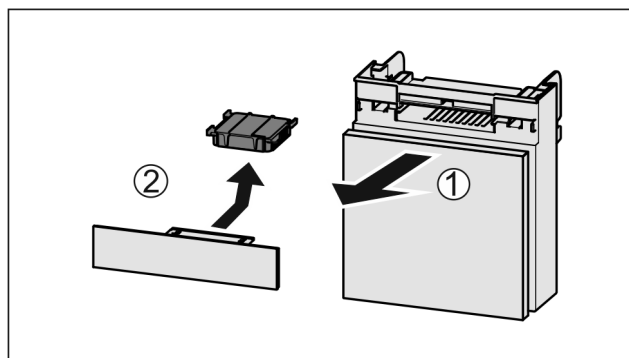

Fig. 140
- Вытянуть Fig. 140 (1) отделение движением вперед.
- Извлечение Fig. 140 (2) фильтра с активированным углем.